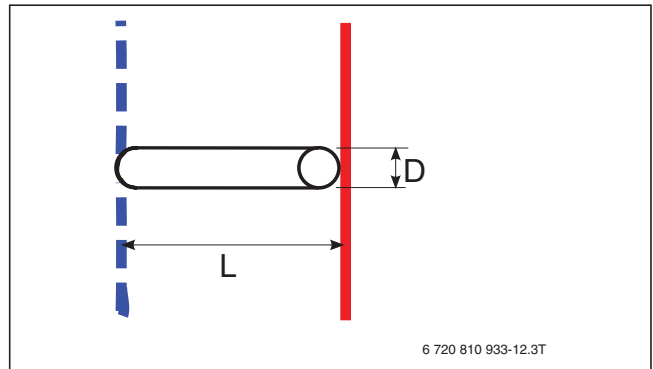

Bild 7 Bypass, detaljvy (→ [1] [AWES/AWBS] bild 5 och 6)
- [1] Bypass (→ bild 7) (→ [1] tab. 13)